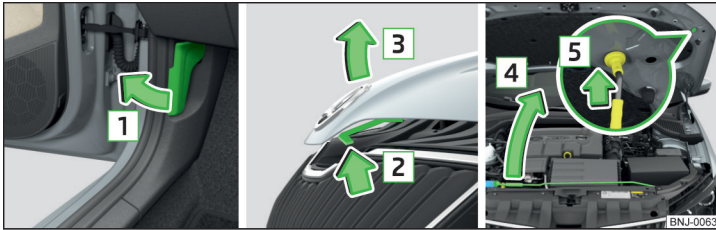

Abb. 165 Motorraumklappe öffnen
- Am Entriegelungshebel unterhalb der Schalttafel in Pfeilrichtung **1** ziehen » Abb. 165.
Niemals die Motorraumklappe am Entriegelungshebel anheben » Abb. 165.